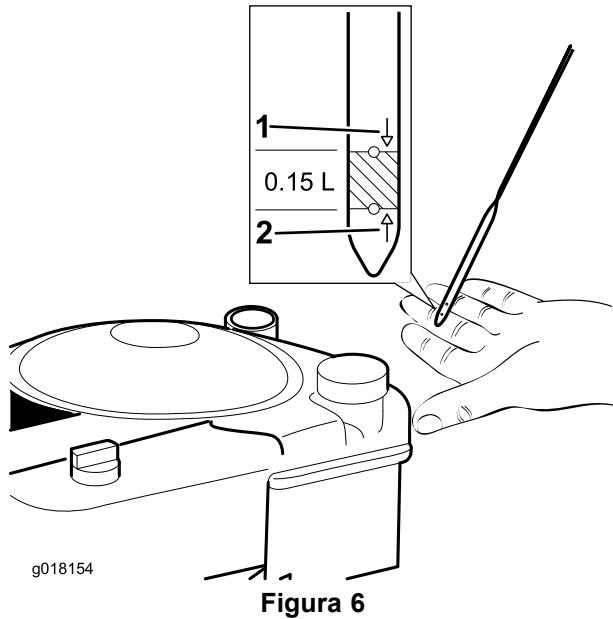

Figura 6
- Versate lentamente dell'olio nel tubo di riempimento, attendete 3 minuti poi controllatene il livello con l'apposita asta: pulite l'asta e inseritela completamente nel tubo (Figura 6)
- Riempite di olio il motore fino a quando l'asta di livello non indica che il livello dell'olio è corretto, come illustrato nella Figura 6. Se riempite eccessivamente il motore, estraete l'olio in eccesso come indicato in Cambio dell'olio motore (pagina 14).
- Togliete l'asta di livello (Figura 6).